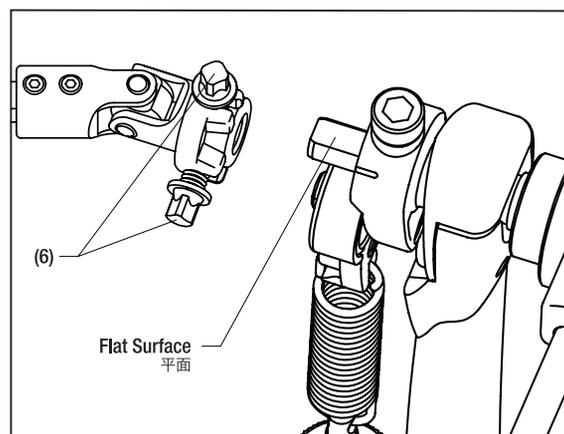
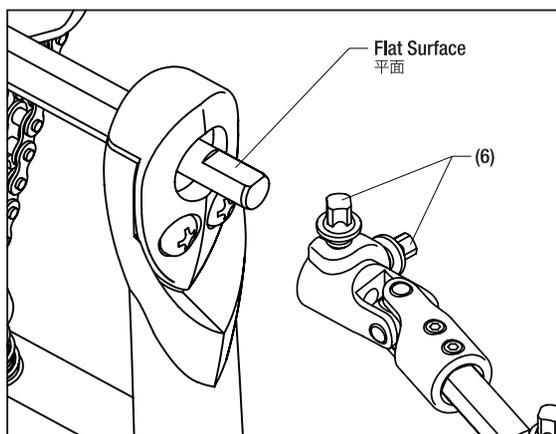

Fig.8a (図8a)
Fig.8b (図8b)
Attach the Connecting Rod to the left and right pedal cam shafts. To the right pedal (as seen by the player), attach the cam shaft so that the square-headed bolts (6) at the end of the Connecting Rod are positioned as shown in Fig.8a, and use the Drum Hammer to tighten the bolts. In the same way, fasten the rod to the cam shaft for the left pedal (Fig.8b). When the assembly is done, adjust the distance between the left and right pedals. Loosen the square-headed bolt (7) with a Drum Hammer, and adjust the Connecting Rod to a desired length. Once the desired position is determined, tighten the square-headed bolt A to secure it.
コネクティングロッドを左右のペダルのカムシャフトに取り付けます。奏者側向かって右のペダルには、コネクティングロッド端の角頭ボルト(6)が(図8a)のような位置関係でカムシャフトに付くよう取り付け、ボルトをドラムハンマーで固定してください。左側のペダルも同様にカムシャフトとロッドを固定してください(図8b)。組立が終わったら、左右のペダルの間隔を調整します。角頭ボルト(7)をドラムハンマーで緩め、コネクティングロッドを好みの長さに調整してください。好みの位置が決まったら角頭ボルト(7)を締めて固定します。